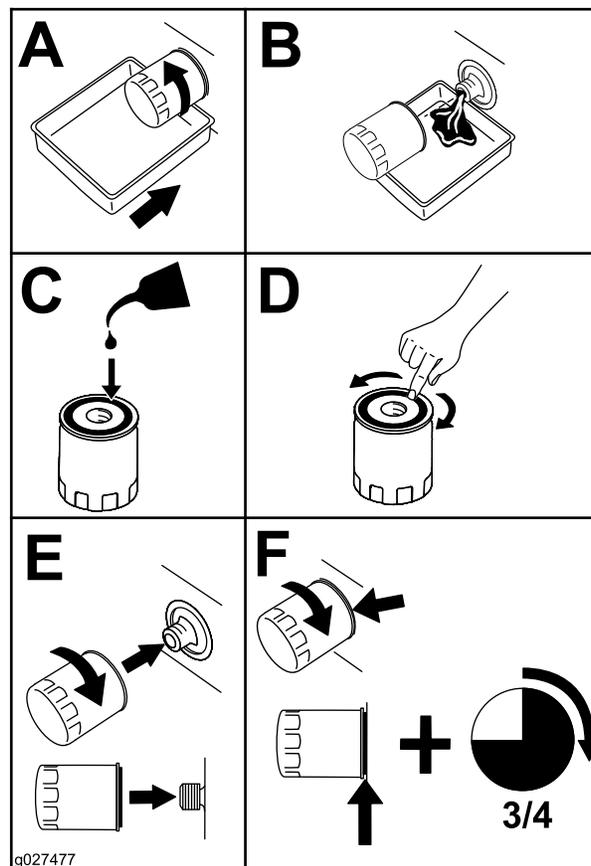

Figura 44
2. Substitua o filtro do óleo do motor (Figura 44).